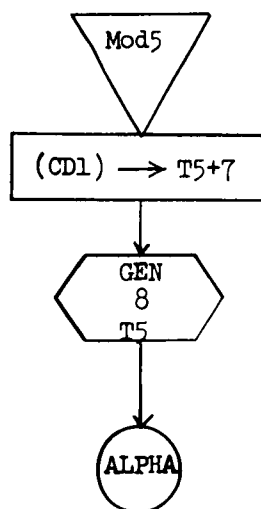

Figure 7.35 MODULE 5
7.3.7.3.5 MODULE 5 (Figure 7.35)